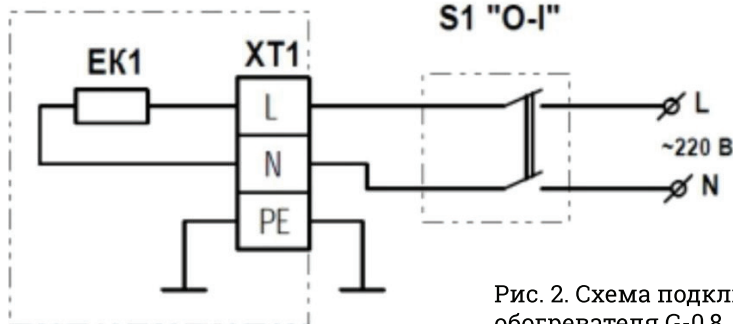

Рис. 2. Схема подключения
Схемы подключения обогревателей приведены на рис. 2
- подсоединить провода к клеммной колодке обогревателя согласно рис. 2 в зависимости от модели обогревателя. Между источником питания и обогревателем должен быть установлен разъединитель (сетевой выключатель), обеспечивающий полное снятие напряжения питания с обогревателя. Номинальная допустимая нагрузка (ток) на контакты разъединителя должна быть не меньше значений, указанных в таблице 1. Разъединитель в комплект поставки не входит.